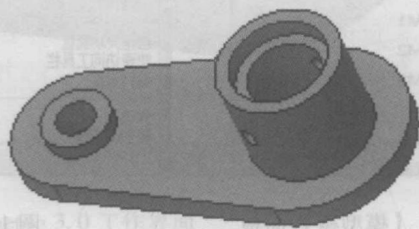

图 1-7 【带边着色】显示方式
- (2) 【带边着色】：以实体形式显示，高亮显示所有边线，如图 1-7 所示；